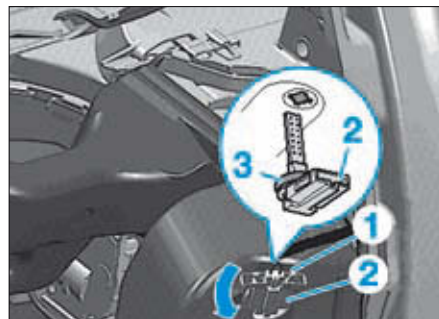

FIG. 48
- Débrancher le connecteur (1) (Fig.48).
- Tourner la sonde (2) de 90°
- Vérifier que le joint (3) de la sonde soit en bon état et correctement installé (Fig.48).